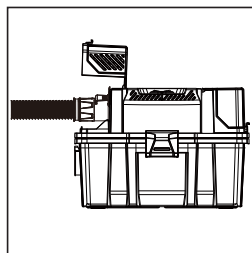

FIG. 7
- Introduzca un extremo de la manguera en el orificio de soplado. (Fig. 7)